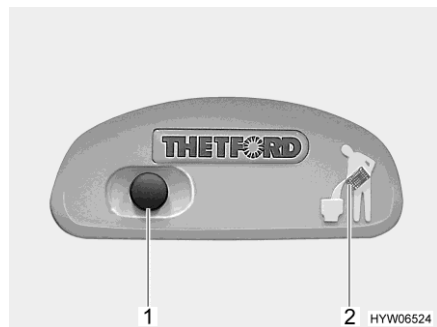
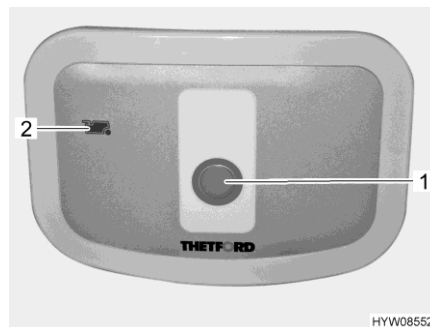

Fig. 271 Botón del inodoro/luz de control del inodoro Thetford
Fig. 272 Botón del inodoro/luz de control del inodoro Thetford (alternativa)
- Para lavar, pulsar el botón del inodoro azul (Fig. 271,1 ó Fig. 272,1).
La luz de control (Fig. 271,2 ó Fig. 272,2) se enciende cuando es necesario vaciar el depósito de aguas fecales.